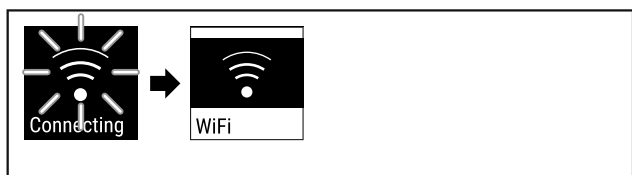

Fig. 85
- ▶ Povezava se vzpostavlja (glejte Fig. 85).